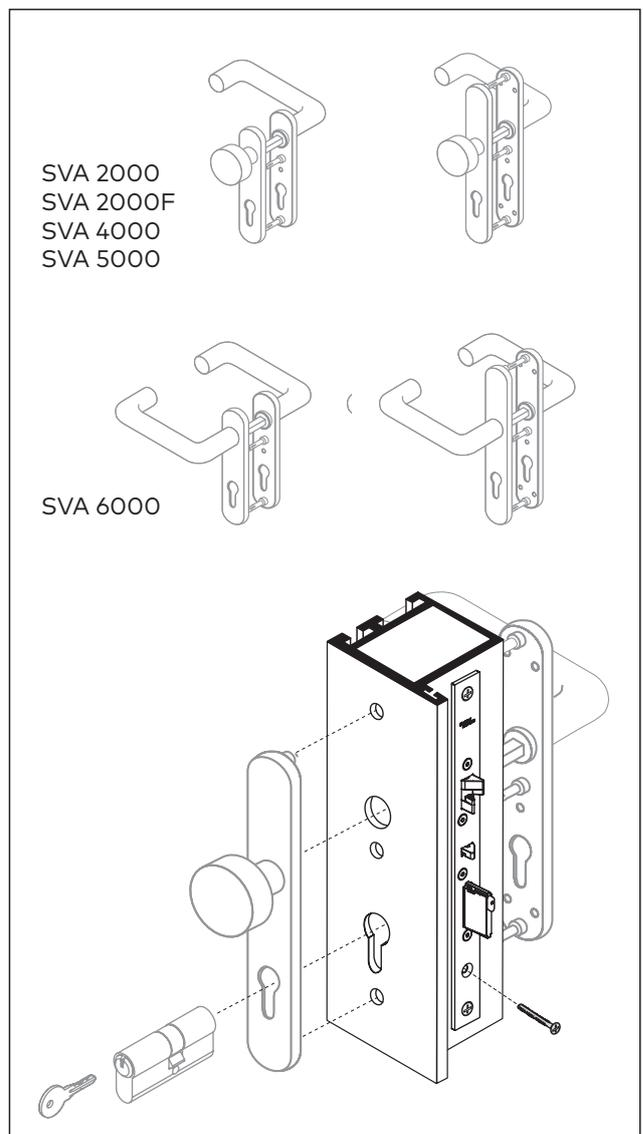

Abb. 19 Türdrücker und Schließzylinder montieren
4. Den Türdrücker und den Schließzylinder montieren (Abb. 19).